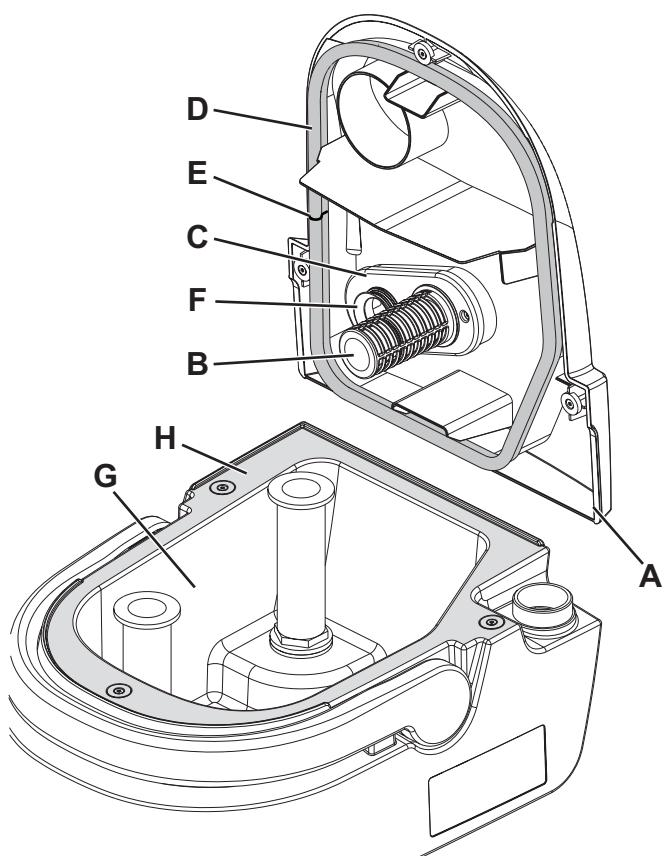

Abbildung 11
- Das Tankfach (13) mithilfe des Griffes (15) aus dem Gerätgehäuse heben.
- Deckel (A, Abb. 11) abnehmen und mit warmem Wasser und Reinigungsmittel reinigen.
- Das Ansauggitter (B) mit dem Schwimmer demontieren und sorgfältig reinigen.
- Sofern erforderlich das Gehäuse (C) demontieren, sorgfältig reinigen und wieder einbauen.
- Auf die Unversehrtheit der Deckeldichtung (D) des Schmutzwassertanks prüfen.